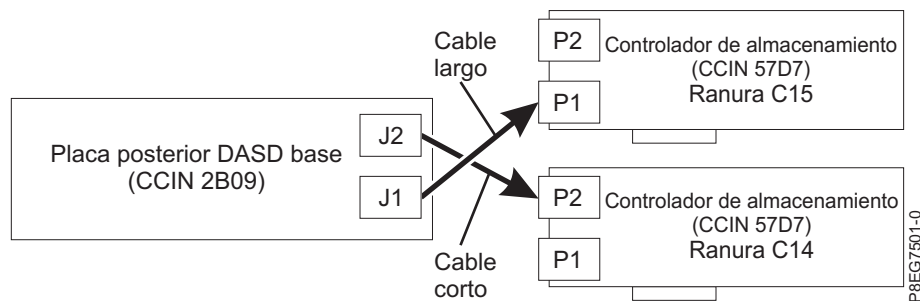

Figura 8. Reconexión del cable SAS en una configuración de discos divididos
- El cable SAS corto conecta el conector de la placa posterior de la unidad de disco superior (J2) al conector P2 en el adaptador de la ranura P1-C14. El cable SAS largo conecta el conector de la placa posterior de la unidad de disco inferior (J1) con el conector P1 en el adaptador de la ranura P1-C15. Consulte Figura 8.